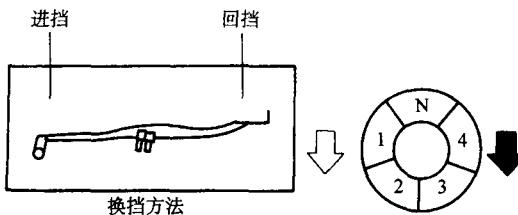

图 1—2 挡位说明
(4) 摩托车换挡。以隆鑫 LX90、LX90 - A 摩托车为例，它有一个循环式变速机构，可直接从最高挡变换到空挡。每次换挡前应关小油门，紧握离合器手把，踩下变速器踏板换到第二挡位，依次类推重复循环，可逐渐转换到第三、第四挡位。图 1—2 所示为挡位说明：N 为空挡，1 为第一挡，2 为第二挡，3 为第三挡，4 为第四挡。
(5) 摩托车的制动。当需要降低车速时，通常应逐步使用前制动和后制动。需要紧急制动时，应果断地同时使用前、后制动。